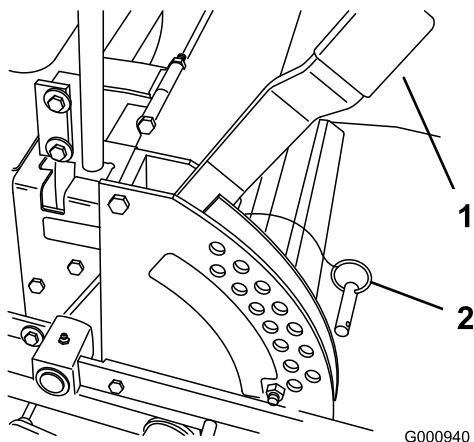

Figura 18
1. Alzate la leva dell'altezza di taglio in posizione di trasporto (anche la posizione di 127 mm dell'altezza di taglio) (Figura 18).
2. Per regolare, spostate il perno con testa dalla staffa dell'altezza di taglio (Figura 18).
3. Nella staffa dell'altezza di taglio scegliete un foro corrispondente all'altezza di taglio richiesta, ed inserite il perno con testa (Figura 18).